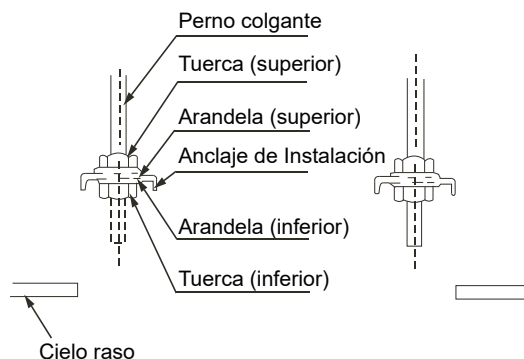

Figura 3.6
- 1) Ajuste la ubicación de la tuerca y determine el espacio entre la arandela (lado inferior) y el techo de acuerdo con la situación real de la construcción. Consulte la Figura 3.6.